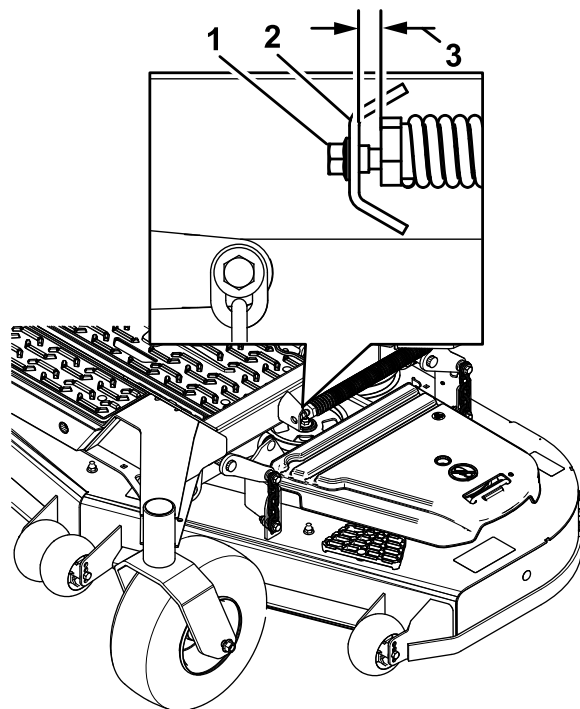

Figure 103
10. Desserrez lentement la vis de réglage sur le ressort d'aide au levage jusqu'à ce que vous puissiez enlever la vis (Figure 103).